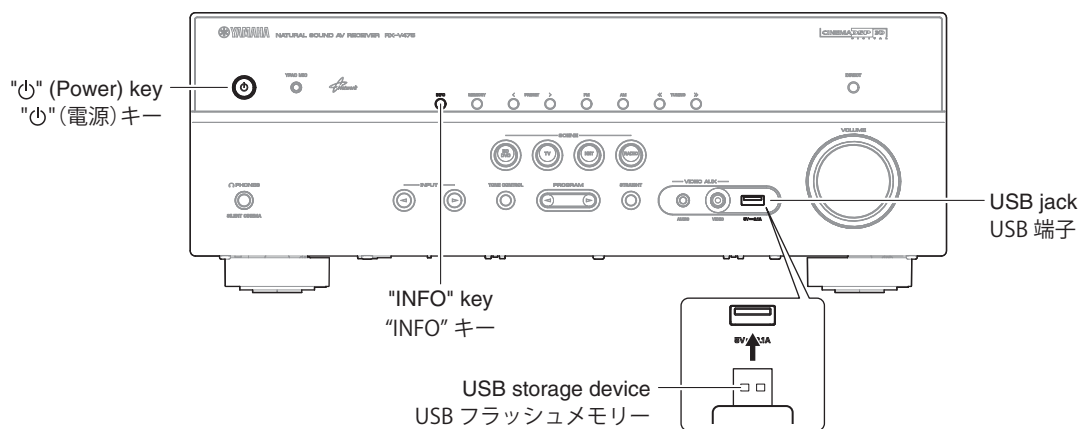

Fig. 1
1. Insert the USB storage device to the USB jack. (Fig. 1)
2. While pressing the "INFO" key, connect the power cable to the AC outlet. (Fig. 1)
1. USB 端子に USB フラッシュメモリーを差し込みます。(Fig. 1)
2. "INFO" キーを押しながら、電源コードを AC コンセントに接続します。(Fig. 1)
5. Press the "Power" key to turn off the power. (Fig. 1)
6. Remove the USB storage device from the USB jack. (Fig. 1)
5. "Power" (電源) キーを押して電源を切ります。(Fig. 1)
6. USB 端子から USB フラッシュメモリーを抜きます。(Fig. 1)